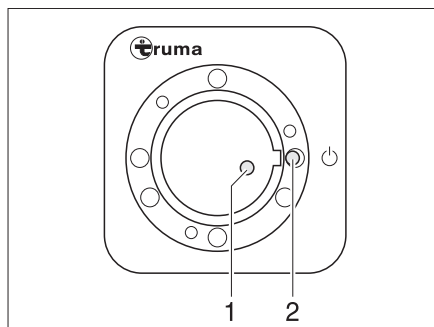
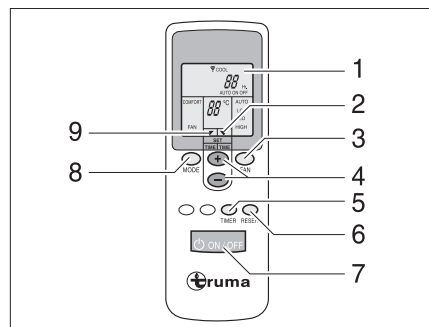

Fig. 218 Récepteur
Fig. 219 Télécommande
La télécommande (Fig. 219) et le récepteur (Fig. 218) pour la climatisation se trouvent dans le coin cuisine.
- Mettre en marche la télécommande à l'aide de l'interrupteur (Fig. 219,7). Le voyant de contrôle vert (Fig. 218,1) indique le mode de refroidissement.
- Régler le mode de fonctionnement souhaité à l'aide de la touche (Fig. 219,8).
- Régler si nécessaire la puissance de ventilation et la température de la pièce souhaitées à l'aide des touches (Fig. 219,3 et 4). La flèche (Fig. 219,9) indique le mode de réglage sélectionné.
- ▷ Sur le récepteur se trouve un interrupteur supplémentaire (Fig. 218,2) permettant de mettre en marche ou d'arrêter la climatisation sans télécommande. Lorsque la climatisation est mise en marche à l'aide de cet interrupteur, le mode de fonctionnement réglé sur la télécommande lors de la dernière utilisation est sélectionné automatiquement.
- Pour éteindre la climatisation, appuyer à nouveau sur la touche (Fig. 219,7) de la télécommande.
- Pour effectuer la programmation, allumer la climatisation à l'aide de la touche (Fig. 219,7) de la télécommande.
- Régler le mode de fonctionnement et la température de la pièce souhaités à l'aide des touches (Fig. 219,8, 3 et 4).
- Sélectionner à l'aide de la touche (Fig. 219,5) la fonction souhaitée (Fig. 219,1) :
- Sélectionner le temps de retard souhaité (de 1 à 15 heures) à l'aide des touches (Fig. 219,4). La flèche (Fig. 219,2) clignote et indique le mode de réglage.
- ▷ En appuyant sur la touche (Fig. 219,6), les réglages de la télécommande sont à nouveau envoyés au récepteur.